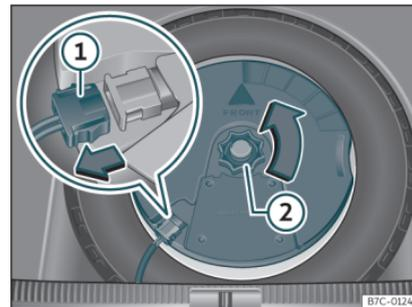

Fig. 198 Dans le coffre à bagages : démonter le subwoofer.
- Déconnectez le câble du haut-parleur *subwoofer*»» fig. 198 ①.
- Dévissez la molette de fixation en la tournant dans le sens inverse des aiguilles d'une montre»» fig. 198 ②.